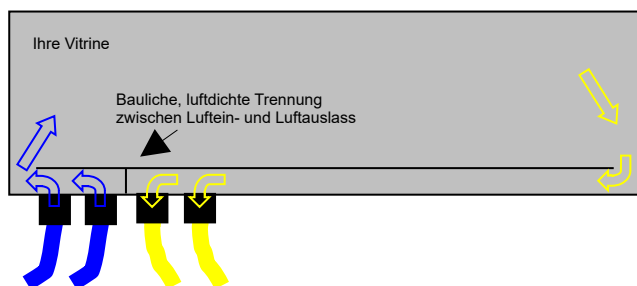

Abb. 5 - Die gezeigten Positionen der Schlauchadapter stellen keine allgemeingültige Empfehlung oder Regel dar.
⚠ **ANM.:** Die in Abb. 5 gezeigten Positionen stellen keine allgemeingültige Empfehlung oder Regel dar.
- 3) Ein- und Auslässe (auch jene verschiedener EBC-Geräte) dürfen nicht direkt neben einander liegen (nur Einlässe verschiedener Geräte und getrennt davon deren Auslässe dürfen jeweils nebeneinander angebracht werden). Falls ein Nebeneinanderbringen von Ein- und Auslässen nicht zu verhindern ist, sollte die Konstruktion im Inneren der Vitrine im Sinne der Abb. 5 vorgenommen werden.
- 4) Die Vitrinenkonstruktion ist im Inneren insgesamt so auszuführen, dass dem Luftstrom ermöglicht wird, das gesamte Luftvolumen zu erfassen. Befinden sich Ein- und Auslässe etwa hinter einer gemeinsamen Zwischen- oder Trennwand, so müssen auch hier die Ein- und Auslässe luftdicht von einander abgeschottet werden, selbst wenn zwischen diesen Ein- und Auslässen viel Abstand eingehalten wird - siehe Abb. 5.